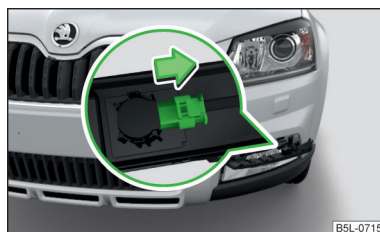

Fig. 199
- › Quite cuidadosamente el conector situado en la rejilla protectora, en el sentido de la flecha » fig. 199.
- › Enchufe cuidadosamente el conector de la rejilla protectora » fig. 199 de la página 256²⁾.